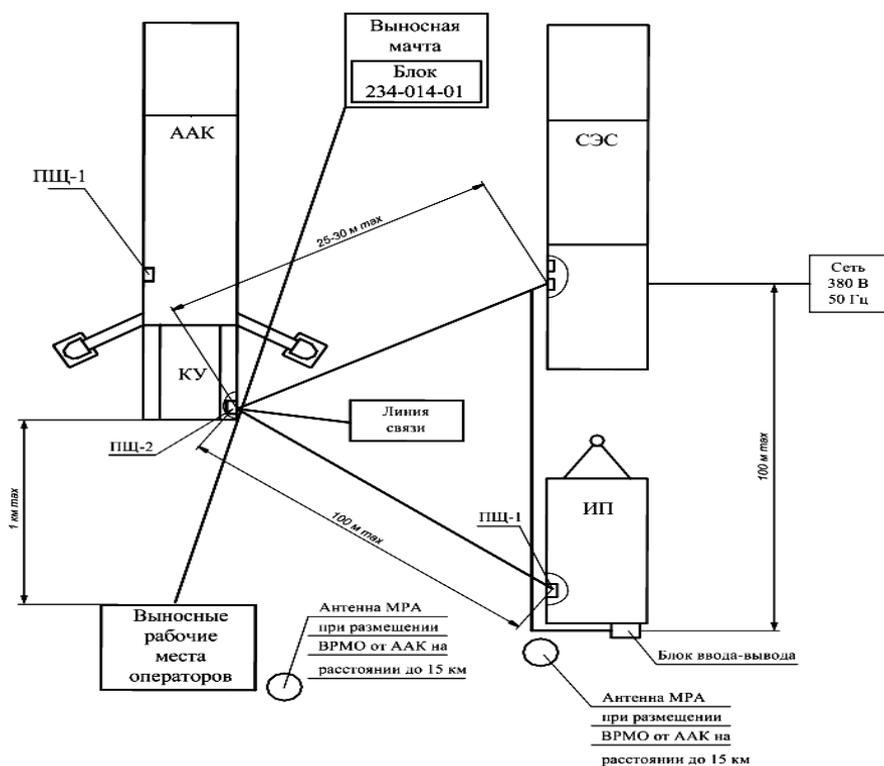
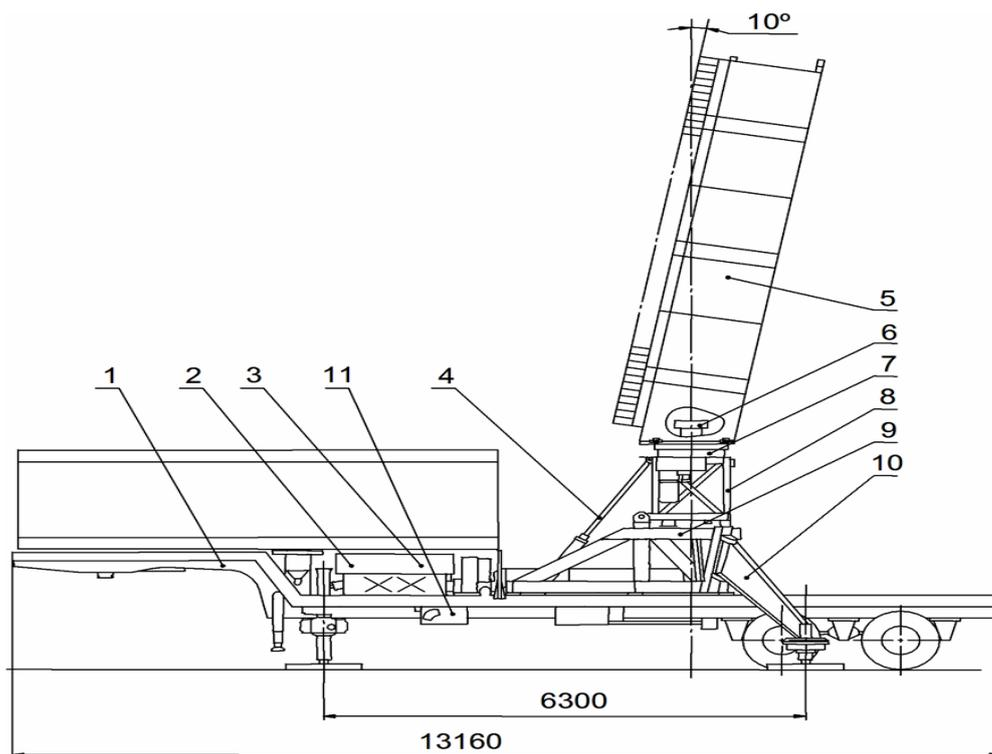

Рис. 5.7. Размещение РЛС на позиции
Рис. 5.8. Размещение блоков в продольном сечении:
6. Развертывание АК проводится на заранее подготовленной позиции (рис. 5.7). Размещение блоков и узлов управления развертыванием и свертыванием РЛС показано на рис. 5.8, 5.9.
- установить прицеп на позиции согласно схеме размещения (см. рис. 5.7);